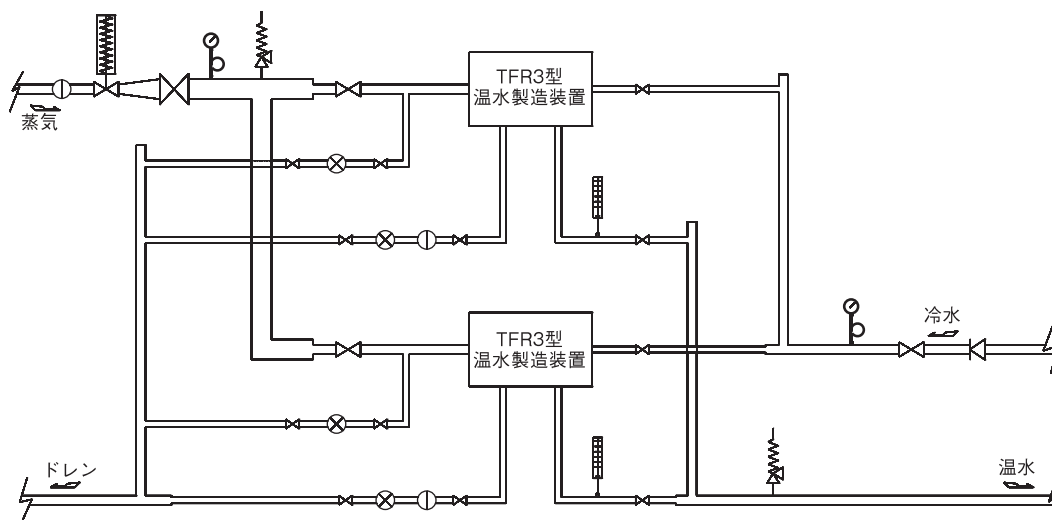

図8 2台並列使用の配管例
- 5.6 必要温水量がTFR3型温水製造装置1台では足りない場合には、数台を並列にして使用してください(図8参照)。